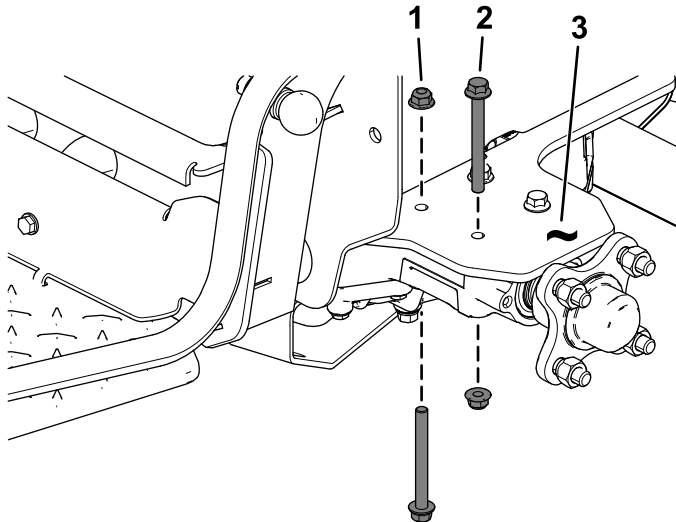

Figura 3
5. Retire los 2 pernos con arandela prensada ($\frac{3}{8}$ " x $3\frac{1}{2}$ ") y las 2 tuercas con arandela prensada ($\frac{3}{8}$ ") existentes de la parte trasera del soporte de la transmisión en cada lado (Figura 3).